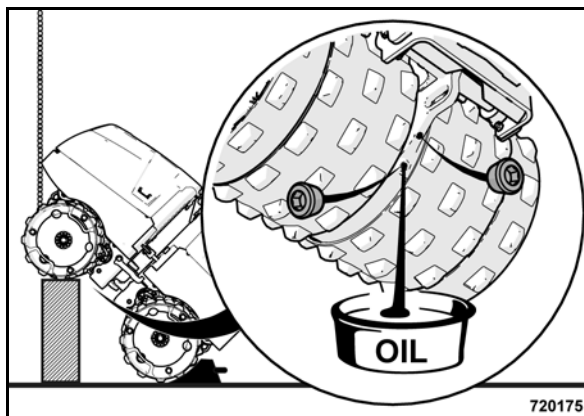

Рис. 103
- Выкрутить сливную и вентиляционную резьбовую пробку на переднем ободе (Рис. 103).